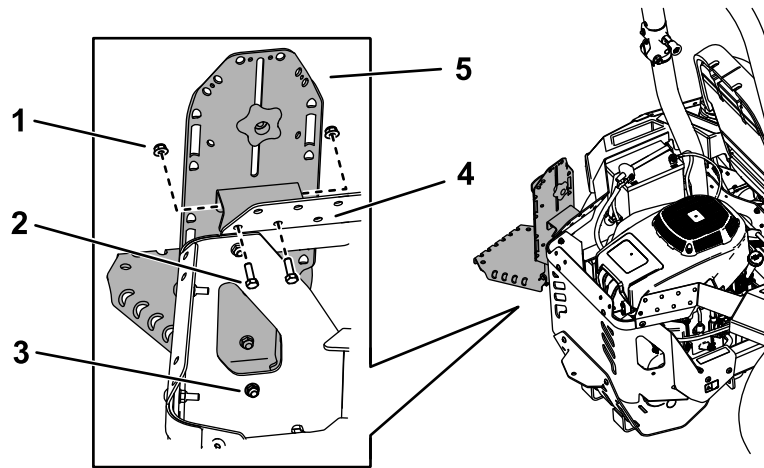
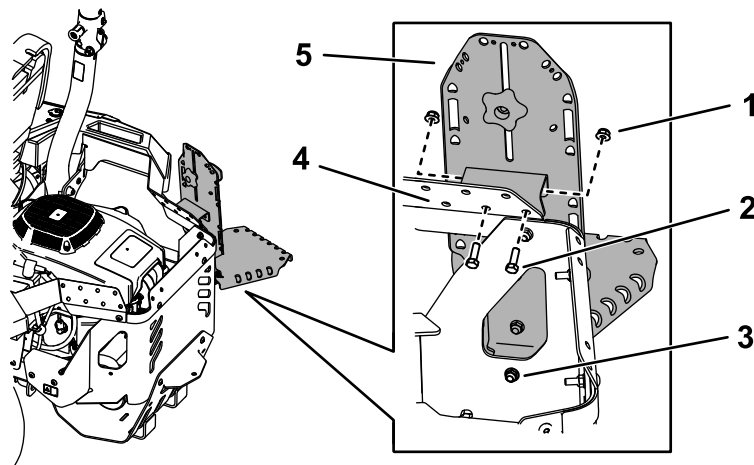

Figura 11
Figura 12
1. Fissate il gruppo di supporto alla protezione laterale superiore utilizzando 2 bulloni (5/16" x 1") e 2 dadi (5/16") come illustrato nella Figura 11 o nella Figura 12.
3. Fissate la parte inferiore della staffa principale alla protezione del motore utilizzando 1 bullone a testa tonda (5/16" x 7/8") e 1 dado (5/16") come illustrato nella Figura 11 o nella Figura 12.